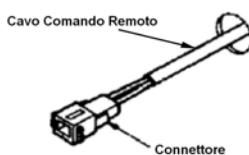

Fig. 2
3. Inserite il cavo del comando remoto in dotazione nel foro assicurandovi che il terminale con il connettore sia il più vicino possibile al comando remoto (Fig.2).